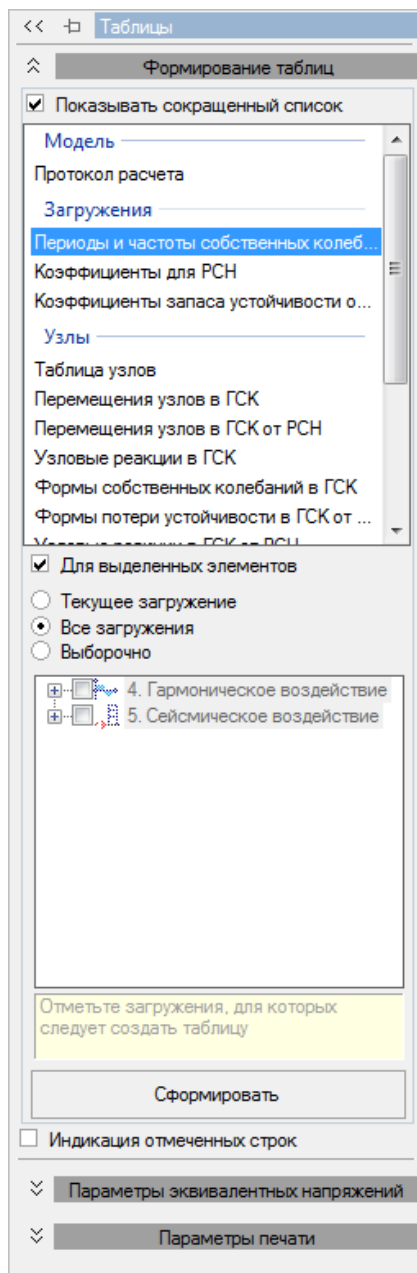

Рис. 167. Формирование таблиц
- В режиме **Формирование таблиц** (рис. 167) выделите название желаемой таблицы. В данном случае выберите строку **Периоды и частоты собственных колебаний**, включите радиокнопку **Все загрузки** и нажмите кнопку **Сформировать**.